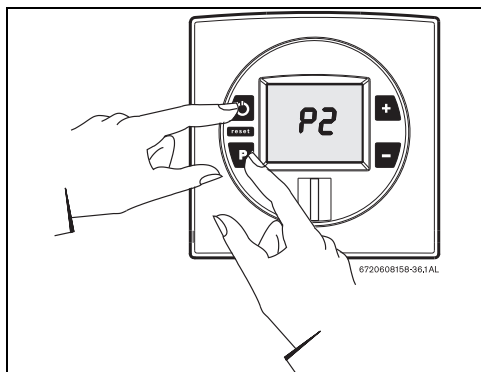

Fig. 42
- Mantener pulsada la tecla de programas y pulsar el interruptor principal ON/OFF para conectar el aparato (consultar la Fig. 42).